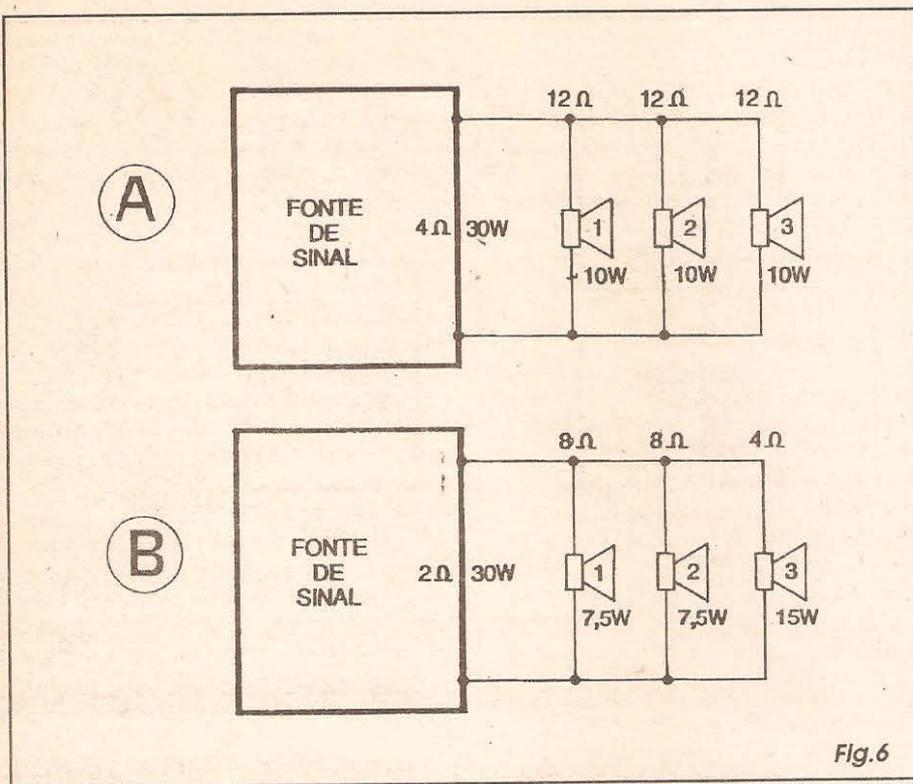

Fig.6
- FIG. 6 - A POTÊNCIA NOS ALTO-FALANTES EM PARALELO - Quando o conjunto de alto-falantes está arranjado EM PARALELO, a distribuição individual de POTÊNCIAS segue outra regra: cada um dos transdutores maneja um parâmetro *inversamente proporcional* à sua IMPEDÂNCIA INDIVIDUAL. Assim, quanto *menor* for a IMPEDÂNCIA INDIVIDUAL do transdutor, *maior* será a WATTAGEM sobre ele desenvolvida, e vice-